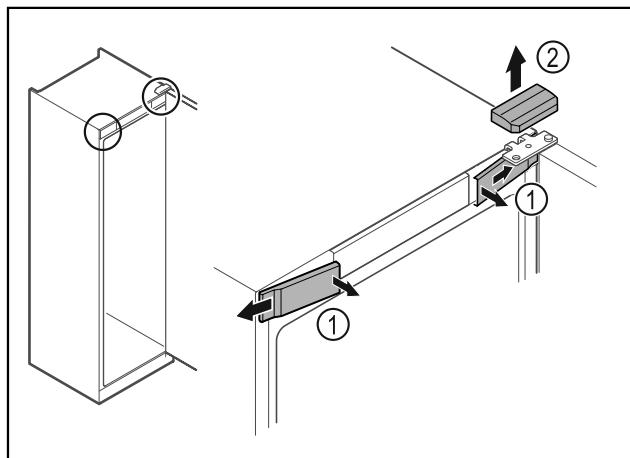

Fig. 11
- Εξεκουμπώστε εσωτερικά τα μπροστινά καλύμματα Fig. 11 (1) και αφαιρέστε τα προς το πλάι.
- Αφαιρέστε προς τα επάνω το επάνω κάλυμμα Fig. 11 (2).